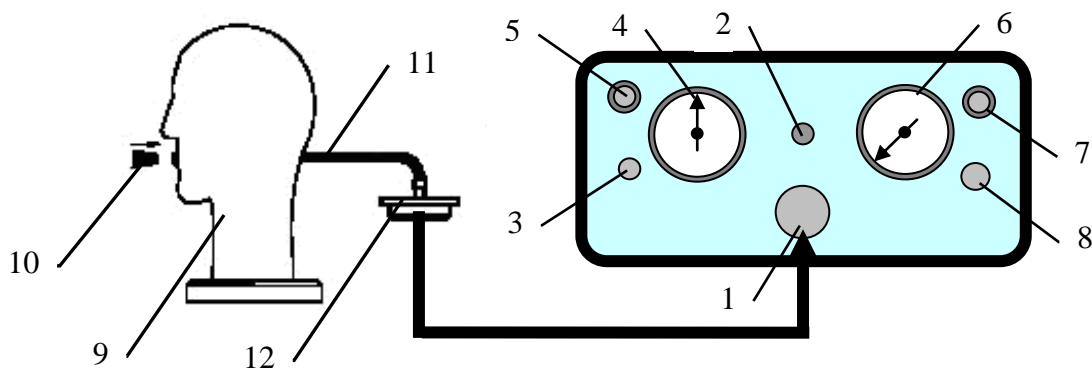
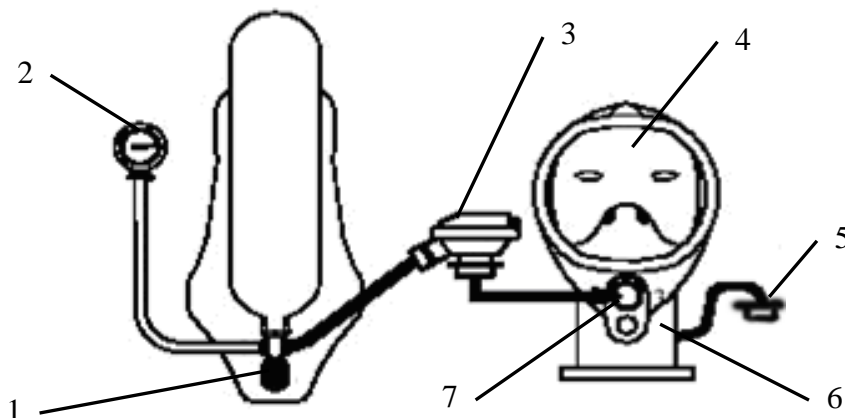

Рисунок 4.
Рисунок 5.
2.3.1. Проверка герметичности устройства с муляжом головы человека (см. рис. 4).
Установить в муляж головы заглушку **10** (рис. 4). Установить лицевую часть **4** дыхательного аппарата на муляж головы **6** (рис. 5). Установить легочный автомат **3** в гнездо клапанной коробки **7** лицевой части **4**. Открыть вентиль баллона **1**. Включить легочный автомат, в соответствии с руководством по эксплуатации на аппарат, на работу в режим с избыточным давлением. Закрыть вентиль баллона **1**. Включить секундомер, наблюдая по манометру **2** (рис. 5) дыхательного аппарата за изменением давления в воздухопроводной системе.